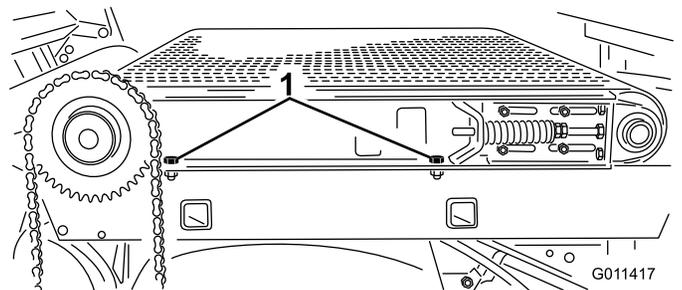

Bild 34
6. Lösen Sie die zwei Kopfschrauben, Scheiben und Muttern an der rechten Seite der Maschine, mit denen die Schiebepritsche am Rahmen befestigt ist (Bild 34). Stellen Sie sicher, dass die Befestigungen lose genug sind, um die Schiebepritsche zu kippen.